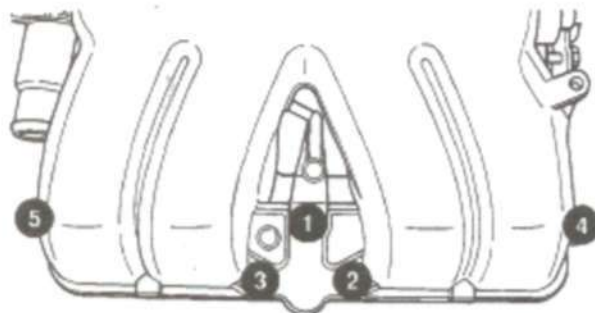

Рис. 98.
- (1) Очистить уплотнительные поверхности коллектора.
- (2) Нанести валик 1.5 мм герметика Mopart Gasket Maker по периметру направляющих отверстий нижнего впускного коллектора.
- (3) Установить верхний коллектор и затянуть винты крепления моментом 28 Н·м в последовательности, указанной на Рис.98. Повторить операцию для затяжки всех крепежных элементов указанным моментом.
- (4) Установить щуп проверки уровня масла.
- (5) Вставить верхний болт во впускной коллектор на передний опорный кронштейн.
- (6) Установить патрубок EGR.
- (7) Вставить тросики привода дроссельной заслонки в кронштейн.
- (8) Подсоединить дроссельную заслонку, контроль частоты вращения (если есть), тросики привода дроссельной заслонки.
- (9) Подсоединить вакуумные магистрали усилителя тормозов, LDP, датчика EGR и вакуумного бачка контроля скорости (если есть) на фитинги верхнего впускного коллектора.